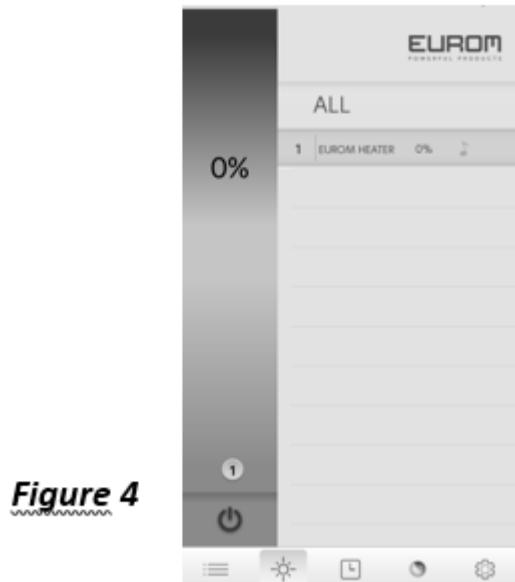

Figure 4
- Ensuite, l'écran de la Fig. 4 s'affiche :